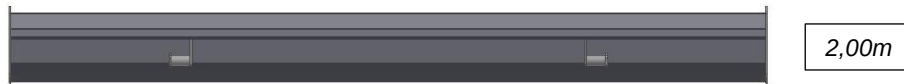

Abb. 4
2.2.1 Zwischenteil 2,00m (Abb. 4)